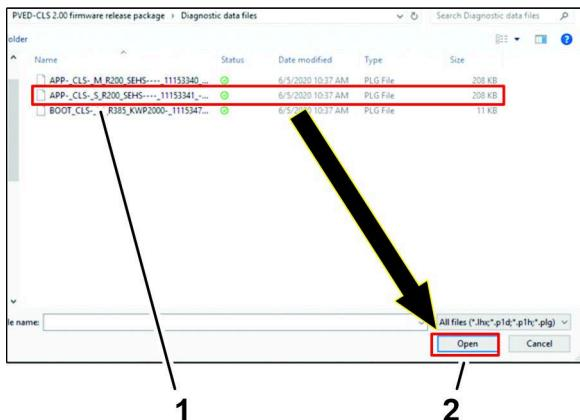

図 51
5. APP-CLS-S\_R200\_SEHS---\_11153341... フォルダーをクリックし、開くアイコン(図51)をクリックする。